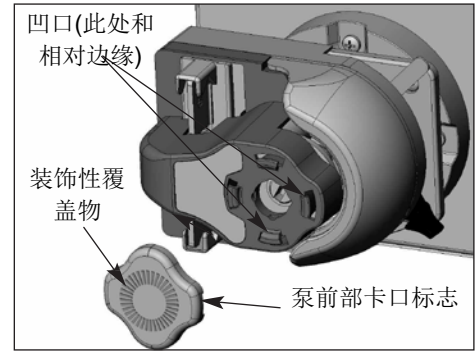
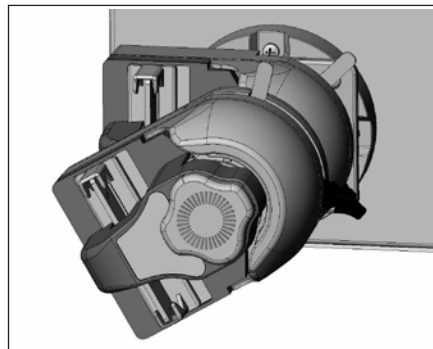

图8 准备安装第二个泵头
图9 将第二个泵头上的卡口接到第一个泵头的卡口标志。
1. KrosFlo® Research III 泵头可以串联安装（见图8、9和10）。只要安装板附着于泵驱动器，即不再需要其它安装硬件。
3. 安装第2个泵头时，必需移除第1个泵头上的装饰性覆盖物。在槽口处抓住覆盖物，将其拉掉（见图8）。将第2个泵头与第1个对齐，如第1个泵头为驱动器，则继续按照步骤4.2的泵头安装说明操作（见图9和10）。